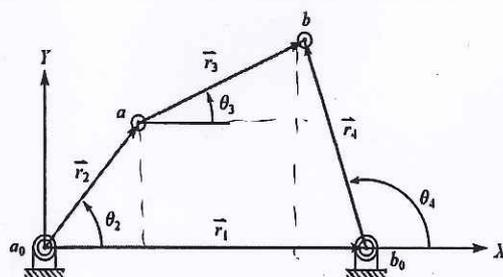

Fig. 3 Four-bar linkage
3. A four bar linkage as shown in Fig. 3,  $r_1$ 、 $r_2$ 、 $r_3$ 、 $r_4$ 、and  $\theta_2$  are given. Please find (a) and  $\theta_3$  and (b) when  $r_1=6\text{cm}$ 、 $r_2=2\text{cm}$ 、 $r_3=5\text{cm}$ 、 $r_4=5\text{cm}$ 、 $\theta_2=60^\circ$ , find the values of  $\theta_3$  and  $\theta_4$ . (15%)